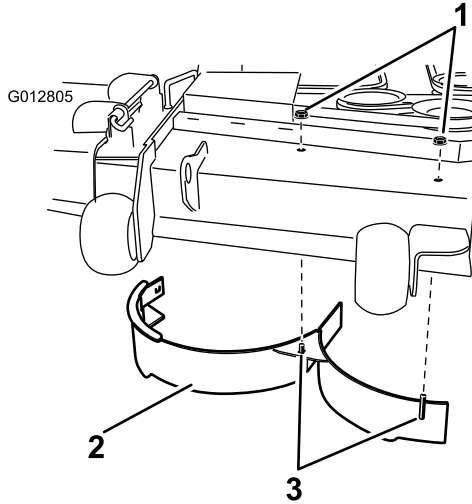

図 2
1. ナット 2 個 5/16" で、右側バツフルを **図 2** のように取り付ける。ナットは手締めする。